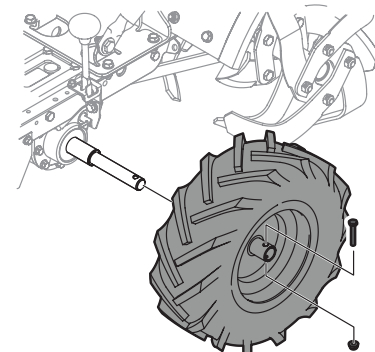

Figure 23
4. Retirez la roue gauche. Pour ce faire, dévissez le boulon et l'écrou de l'essieu. Voir Figure 23.